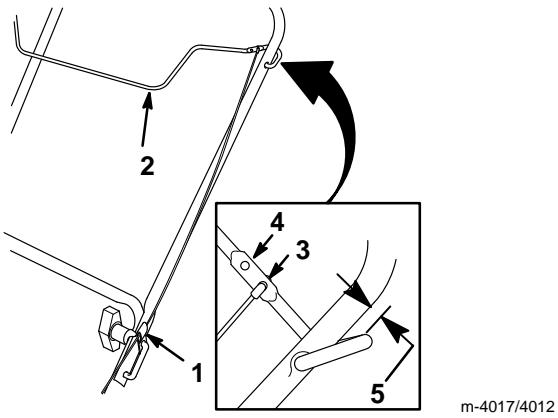

Figure 12
1. Accrocher l'extrémité supérieure du câble dans le trou inférieur du support de barre de commande (voir détail de la figure 12).